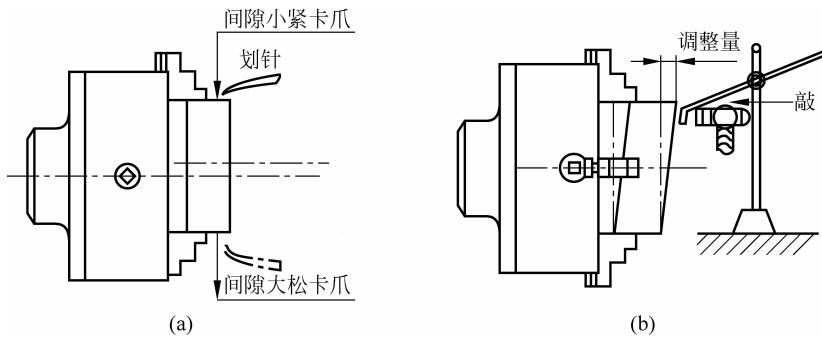

图 3-2 找正工件
找正方法如图 3-2 所示。
(1) 目测法。工件夹在卡盘上使工件旋转,观察工件跳动情况,找出最高点,用铜棒重敲击高点,再旋转工件,观察工件跳动情况,再敲击高点,直至工件找正为止,最后把工件夹紧。总结起来,基本程序就是:工件旋转→观察工件跳动,找出最高点→找正→夹紧。一般要求最高点和最低点在 1~2mm 为宜。
(2) 使用划针盘找正。车削余量较小的工件可以利用划针盘找正。方法是:工件装夹后(不可过紧),用划针对准工件外圆并留有一定的间隙,转动卡盘使工件旋转,观察划针在工件圆周上的间隙,调整最大间隙和最小间隙,使其达到间隙均匀一致,最后将工件夹紧,如图 3-2 所示。
(3) 开车找正法。在刀台上装夹一个刀杆(或硬木块),工件装夹在卡盘上(不可用力